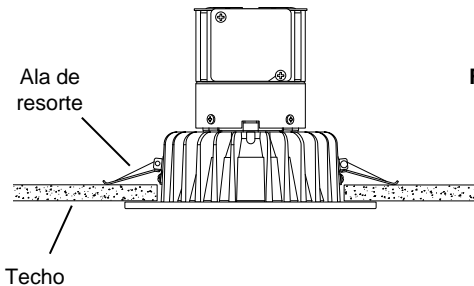

Fig. 5
9. Continuar insertando la luminaria empotrable en el agujero, sin dejar de apretar las alas de resorte. Cuando las alas alcanzan el borde del agujero, libéralas y empuje la luminaria empotrable hacia arriba hasta que ambas alas voltear hacia abajo sobre la superficie del techo. (Fig. 5)